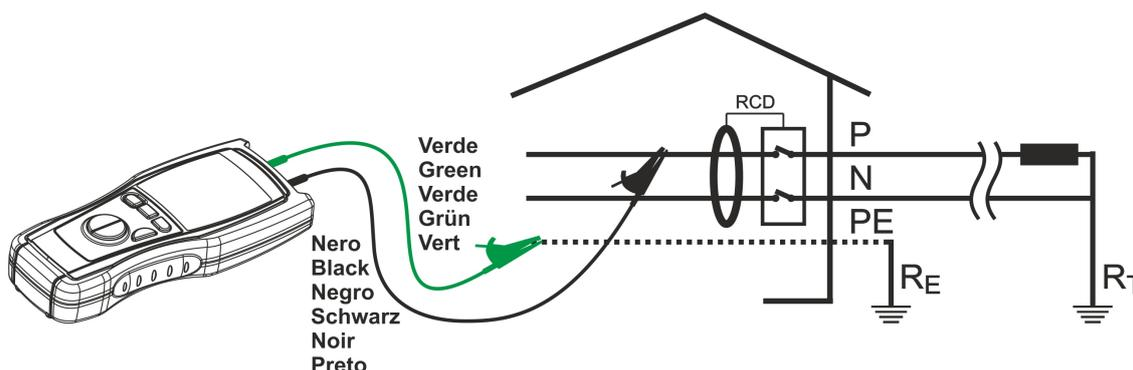

Fig. 12: Ligação dos terminais do instrumento
6. Ligar o terminal verde do instrumento ao condutor de proteção (terra) e o condutor preto ao cabo da fase do diferencial a testar (ver Fig. 12)
6. Inserir o cabo shuko numa tomada de corrente do diferencial em teste (ver Fig. 12)
6. Ligar o terminal verde do instrumento ao condutor de proteção (terra) e o condutor preto ao cabo de fase a jusante do diferencial a testar (ver Fig. 12)